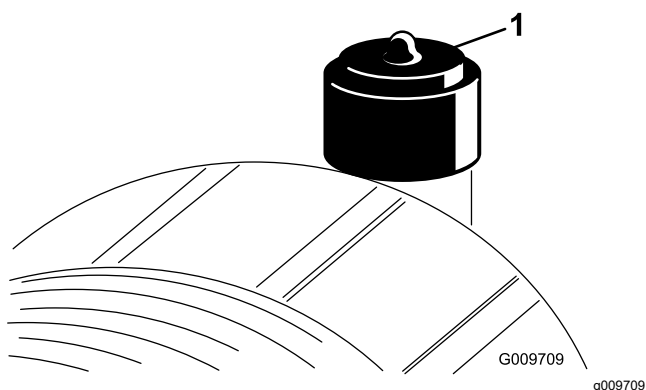

図 80
エアクリーナのフィルタの整備は、インジケータ図 80 が赤色になってから行ってください。早めに整備を行っても意味がありません。むしろフィルタを外したときにエンジン内部に異物を入れてしまう危険が大きくなります。
2. インジェクタ図 80 が赤になっている場合はリセットする。